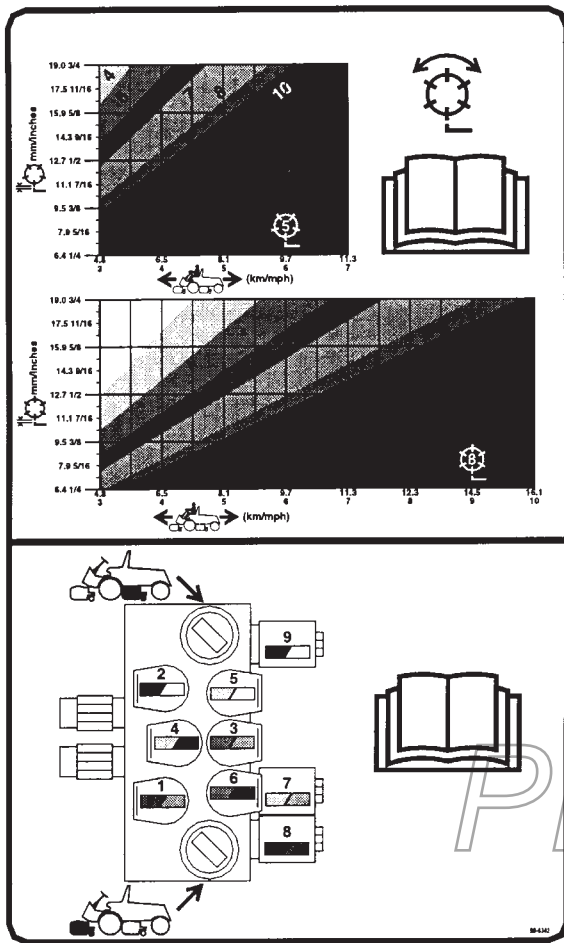

Figure 30
3. À l'aide du graphique approprié (Fig. 30) pour les plateaux de coupe à 5 ou 8 lames, déterminez le réglage de vitesse des cylindres.